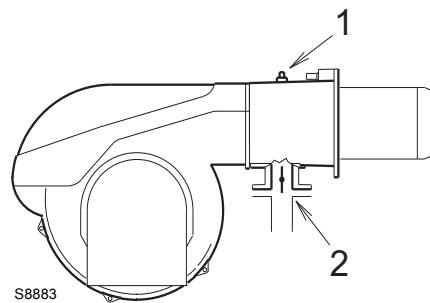

图 26
测试点 1)(图 26) 处测得的燃气压力，此时：
燃气蝶阀 2)(图 26) 处的压力损失，此时蝶阀最大开启角度为：90°。
- 用测试点 1)(图 26) 处测得的燃气压力减去炉膛背压。
了解测试点 1)(图 26) 处所需燃气压力，将燃烧器以最大出力运行，然后：
- 读出右边栏 1 所示插座压力 1)(图 26)。
测试点 1)(图 26) 处压力。
- 将燃气阀组管路中的空气排净，连接一个塑料管到最小燃气压力开关的压力测试点 1) (图 26)。